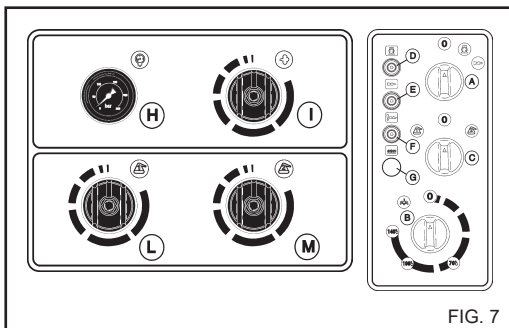

FIG. 7
Regolare la manopola del termostato "B" (fig. 7) sulla posizione vapore (140°C - 284° F).
Alla fine dell'utilizzo della "Fase Vapore", ruotare la manopola del termostato "B" sulla posizione "O" (fig.7), lasciare raffreddare l'apparecchio per circa 3 minuti con la pistola aperta.
2) Azionare l' idropulitrice, selezionare mediante il selettore C) fig. 7 il tipo di prodotto da utilizzare ("1" o "2"), aprire il rubinetto detersivo interessato rif. L) per prodotto n."1" o rif. M) per prodotto "2" (fig. 7) ruotando la manopola in senso antiorario. Cospargere la superficie da lavare agendo dal basso verso l' alto.
3) Posizionare il selettore del prodotto detersivo C) fig. 7 in pos. "0". Chiudere i rubinetti di regolazione ruotando le manopole in senso orario.